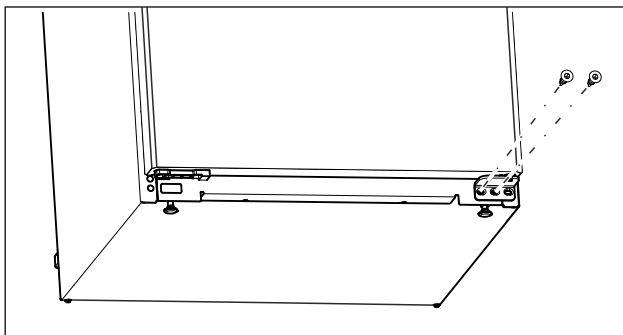

Fig. 11
- ▶ Sur le support de palier inférieur, dévisser la vis centrale avec un tournevis Torx 20. (voir Fig. 11)
- ▶ Sur le support de palier inférieur, dévisser la vis intérieure avec un tournevis Torx 20. (voir Fig. 11)